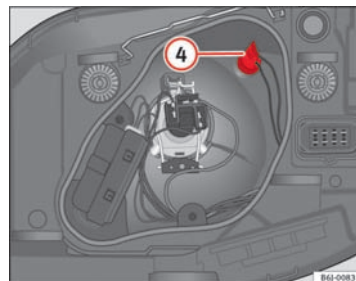

Fig. 147 Positionslys
- Tag pæreholderen ④ ⇒ Fig. 147 ud.
- ③ Nærlys
- ④ Blinklys